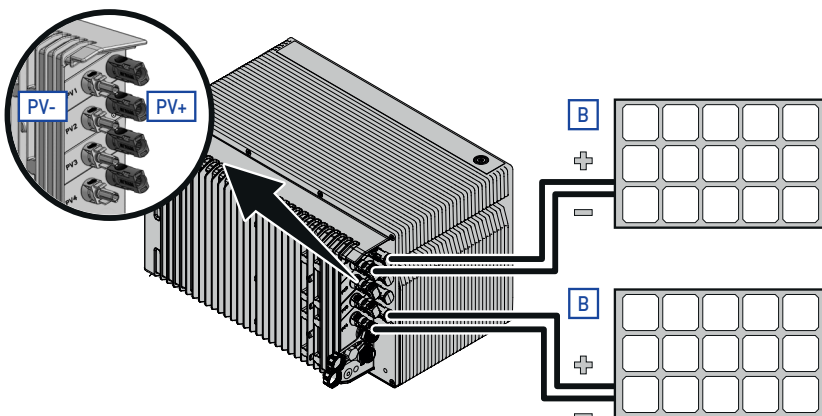

Fig. 15 Collegamento con i pannelli fotovoltaici standard vetro-vetro
2. Collegare i pannelli fotovoltaici ai connettori MC4 degli ingressi CC (↗Fig. 15 e ↗Fig. 16B).